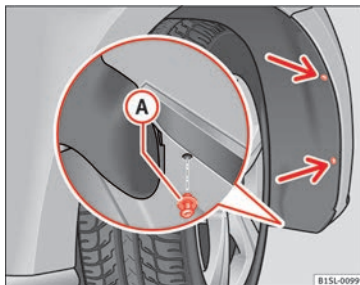

Abb. 86 Im Radhaus vorn rechts: Befestigungsschrauben (Pfeile) herausdrehen und Spreizniete A entfernen.
1. 2 Befestigungsschrauben der Radhausverkleidung » Abb. 86 (Pfeile) mit dem Schraubendreher aus dem Bordwerkzeug herausdrehen » Seite 75.
10. Spreizniete in die Radhausverkleidung und den Stoßfänger einsetzen und vollständig hineindrücken **» Abb. 86 A**.
11. Die 2 Befestigungsschrauben **» Abb. 86** (Pfeile) mit dem Schraubendreher festdrehen.